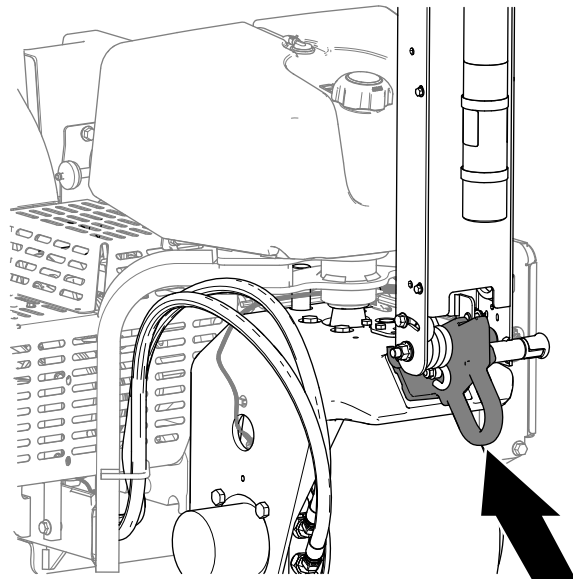

Bild 117
6. Wenn Sie die Maschine abschleppen, schleppen Sie sie an der vorderen Vergurtungsstelle (Bild 117).